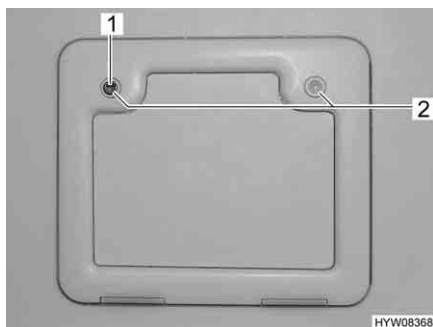

Fig. 10 Sportello esterno cassetta Thetford
- Inserire la chiave nel cilindro della serratura a pressione (Fig. 10,1) e ruotare di un quarto di giro.
- Premere contemporaneamente con i pollici entrambe le serrature a pressione (Fig. 10,2) e aprire lo sportello esterno.
- Inserire la chiave nel cilindro della serratura (Fig. 10,1) e ruotare di un quarto di giro.